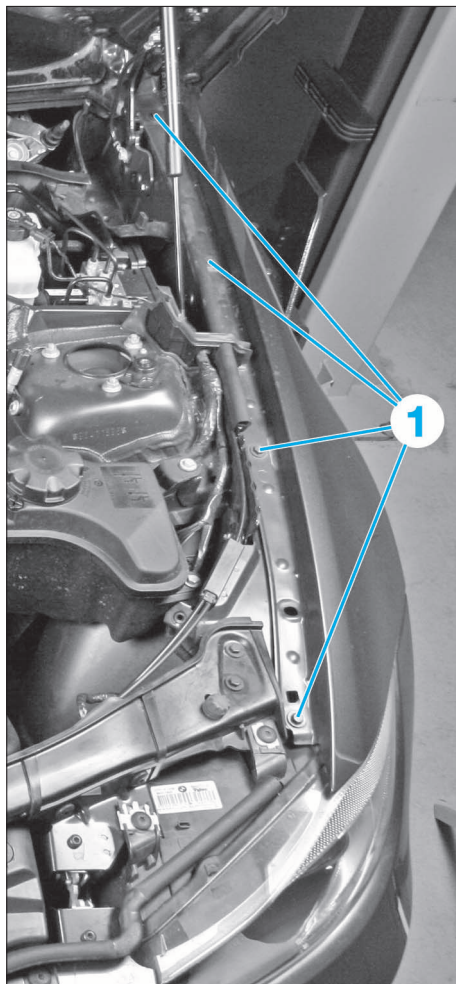

FIG. 43
- Déposer les quatre vis (1) supérieure de fixation de l'aile avant (Fig.43).